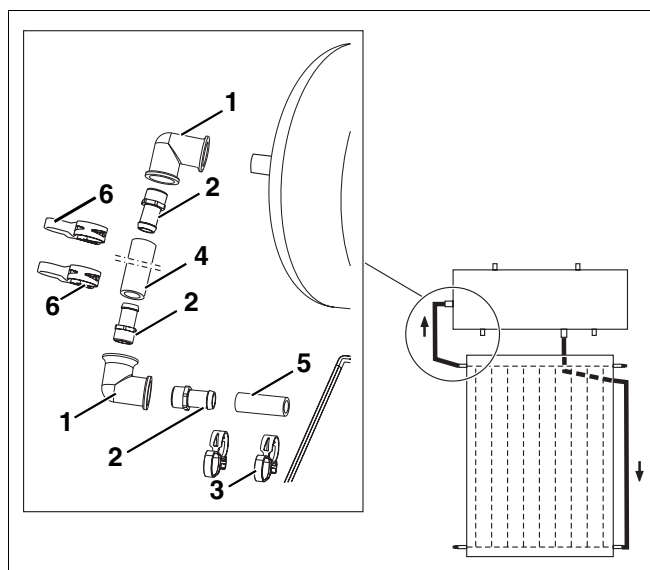

Fig. 18 Montaje de la tubería de alimentación
- ▶ Introduzca el tubo solar corto (fig. 18, **pos. 5**) en la conexión del colector superior y empuje la abrazadera (fig. 18, **pos. 3**) hasta que toque el colector.
- ▶ Si la posición de la abrazadera es correcta (fig. 18, **pos. 3**) podrá retirar el anillo tensor.
- ▶ Monte los ángulos inferior y superior (fig. 18, **pos. 1**) con ayuda de las boquillas portatubos (fig. 18, **pos. 2**). Enrosque el ángulo superior con la boquilla portatubos en la conexión de impulsión.
- ▶ Realice la conexión entre el acumulador y el colector con el tubo solar de 300 mm (fig. 18, **pos. 4**) y asegúrela con abrazaderas (fig. 18, **pos. 6**).